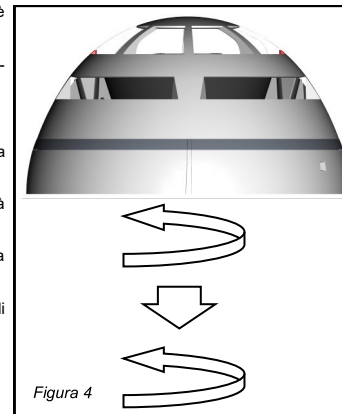

Figura 4
- 2) Ruotare in senso orario esercitando una leggera pressione. Il rivelatore si inserirà nella giusta posizione (figura 4).